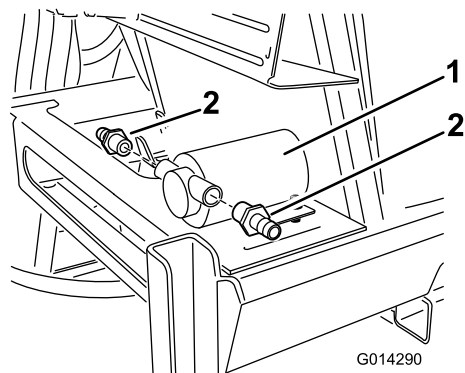

Figura 20
- Localice los conectores de manguera dentados rectos entre las piezas sueltas. Instale un conector en los orificios de entrada y salida de la bomba (Figura 20).